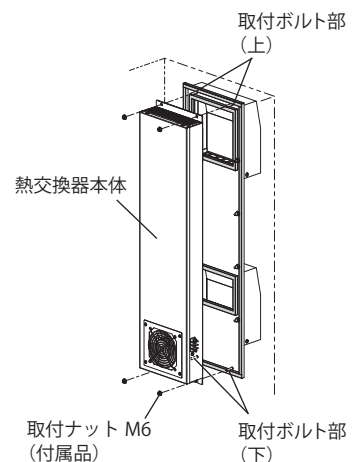

図 4
5. フードカバーの取付ボルト部 (上下) を利用して熱交換器本体を取付けてください。付属の取付ナット M6 にて確実に固定してください。(図 4)